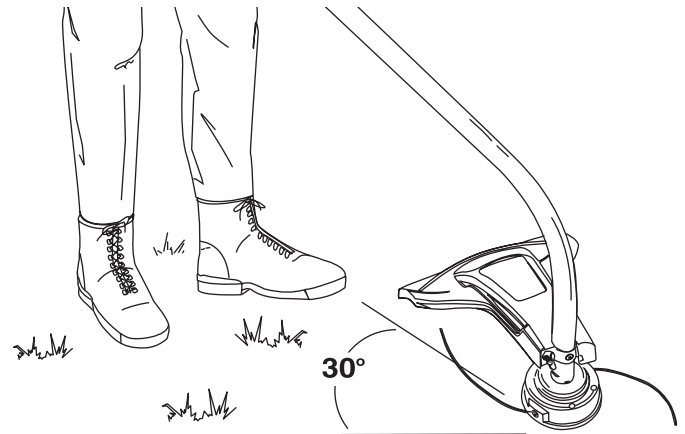

Fig. 14
**SI FROID...** Par temps froid (sous 4°C/ 40°F), mettez le levier de démarrage à froid (Fig. 14) en position fermé et passez à l'étape 3. N'abaissez PAS ce levier si la température dépasse 4°C (40°F).
Tournez entièrement l'appareil de manière à ce que l'accessoire de coupe soit à un angle de 30° par rapport au sol (Fig. 14).